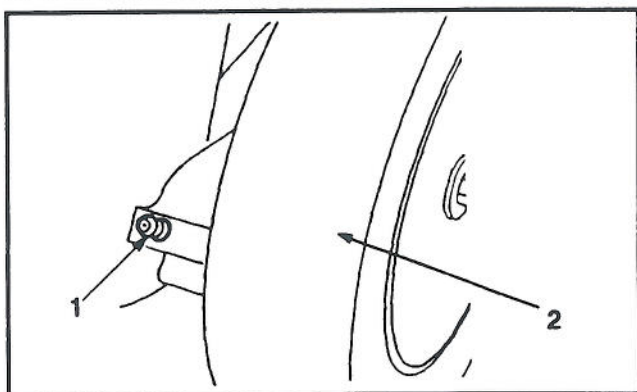

Figure 21
2. Placer les leviers de hauteur de coupe des roues arrière en position "2". Essuyer les graisseurs avec un chiffon propre (fig. 21). Placer l'embout de la pompe à graisse sur le graisseur et pomper délicatement 1 ou 2 fois la graisse multi-usages au lithium No. 2.